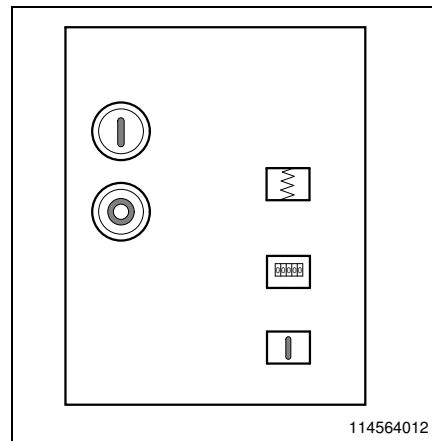

Bild 21
- In der Schaltstellungsanzeige erscheint eine "I" (Bild 21).
- Die Einschaltspeicheranzeige zeigt die entspannte Feder (Bild 21).